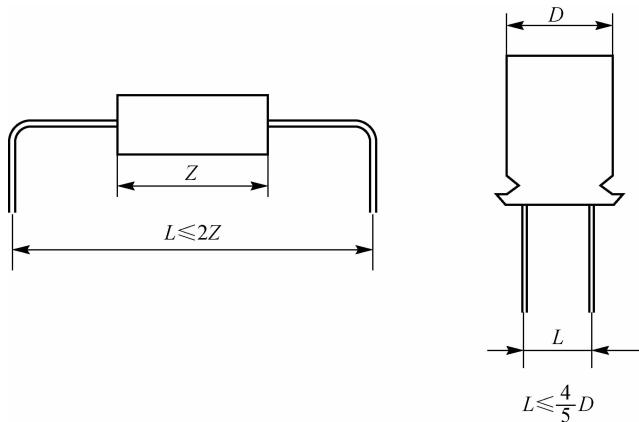

图 3-11 元器件的跨距和单向引线的跨距
(5)元器件的跨距(即元器件成型后两引线脚之间的距离)最大不应该超过元器件本体长度的 2 倍;单向引线的跨距,不应超过本体直径(或长度)的 $\frac{4}{5}$,如图 3-11 所示。